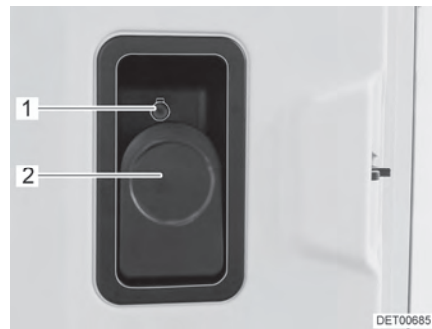

Fig. 32 Serratura della porta (porta di ingresso, lato interno)
- Apertura:* ■ Tirare la leva (Fig. 32,2).
- Bloccaggio:* ■ Premere il bottone di sicurezza (Fig. 32,1).